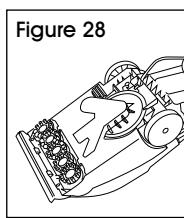

Figure 28
1. Appuyez sur la pédale de dégagement de la poignée pour abaisser la poignée. Retournez l'aspirateur de sorte que le fond soit orienté vers le haut. (Voir Figure 28)